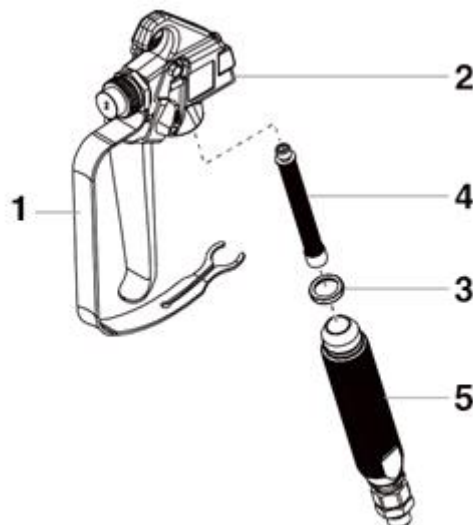

Рис. 6
1. Потяните нижнюю часть спусковой скобы вперед (Рис. 6, поз. 1), чтобы она отсоединилась от ручки (5).
2. Ослабьте и отсоедините ручку (5) от головки пистолета (2).
3. Поворачивая по часовой стрелке, открутите фильтр (4) от корпуса пистолета.